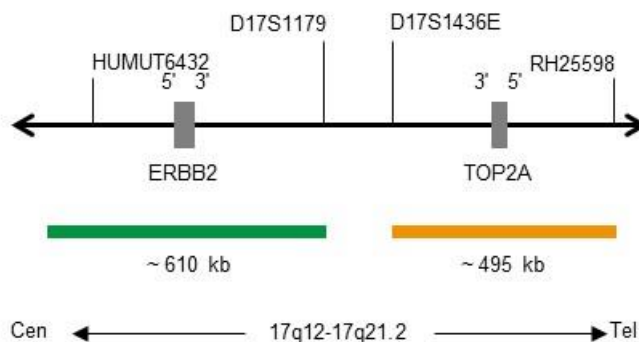

Abb. 1: SPEC ERBB2/TOP2A Sondenlokalisierung (nicht maßstabsgetreu)
- ZyGreen (Anregung 503 nm/Emission 528 nm) markierten Polynukleotiden (~10 ng/μl), die gegen Sequenzen in 17q12-q21.1* (chr17:37,572,531-38,181,308) gerichtet sind, welche die ERBB2-Genregion enthalten (siehe Abb. 1).
- ZyOrange (Anregung 547 nm/Emission 572 nm) markierten Polynukleotiden (~4,5 ng/μl), die gegen Sequenzen in 17q21.1-q21.2* (chr17:38,323,741-38,818,030) gerichtet sind, welche die TOP2A-Genregion enthalten (siehe Abb. 1).